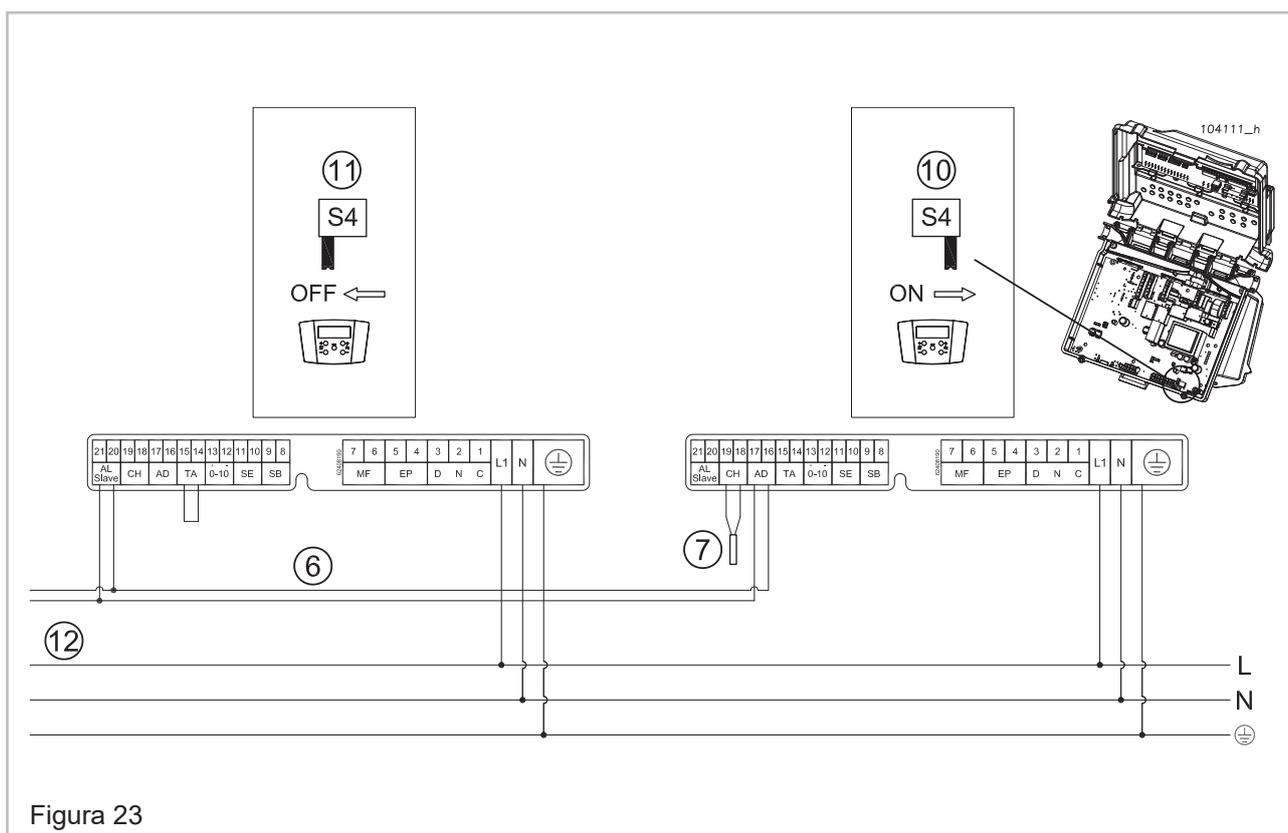

Figura 23
2. - Realice la instalación eléctrica (Figura 23);